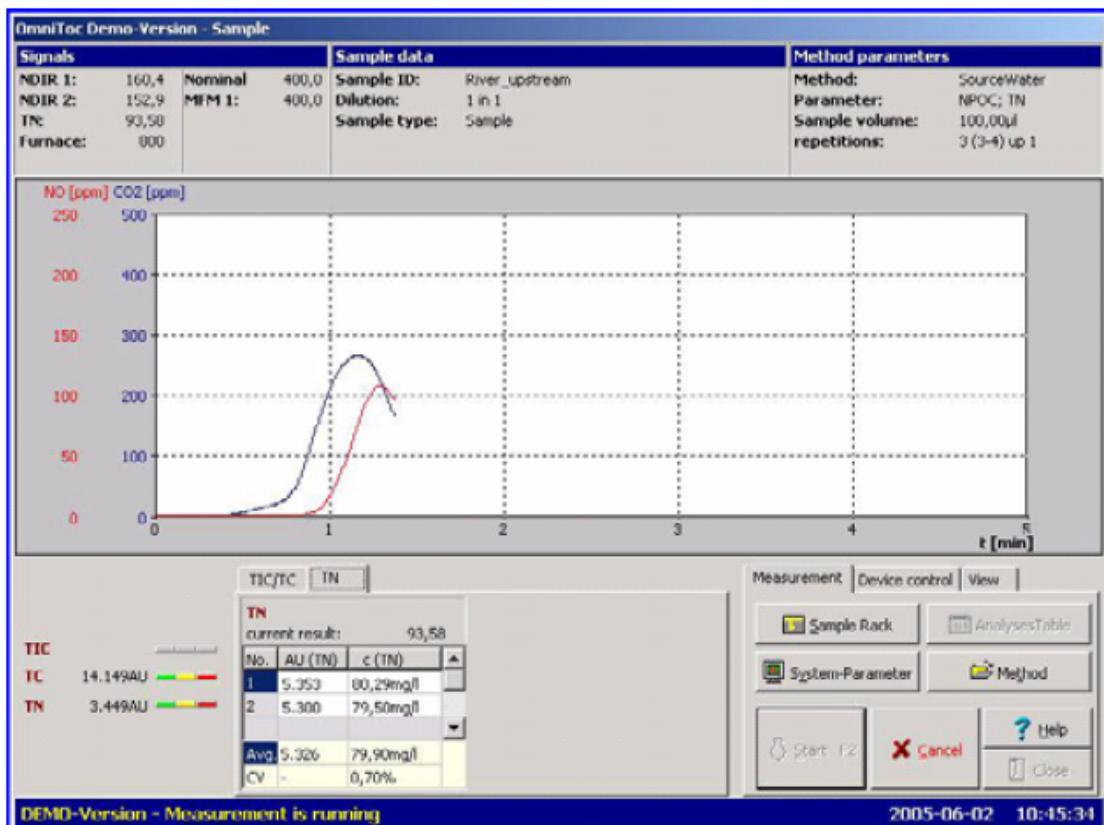

图42 Measurement (测量) 窗口
8. 在**Measurement** (测量) 窗口 (图42和表7), 点击**START F2** (开始F2)。测定结果在结果